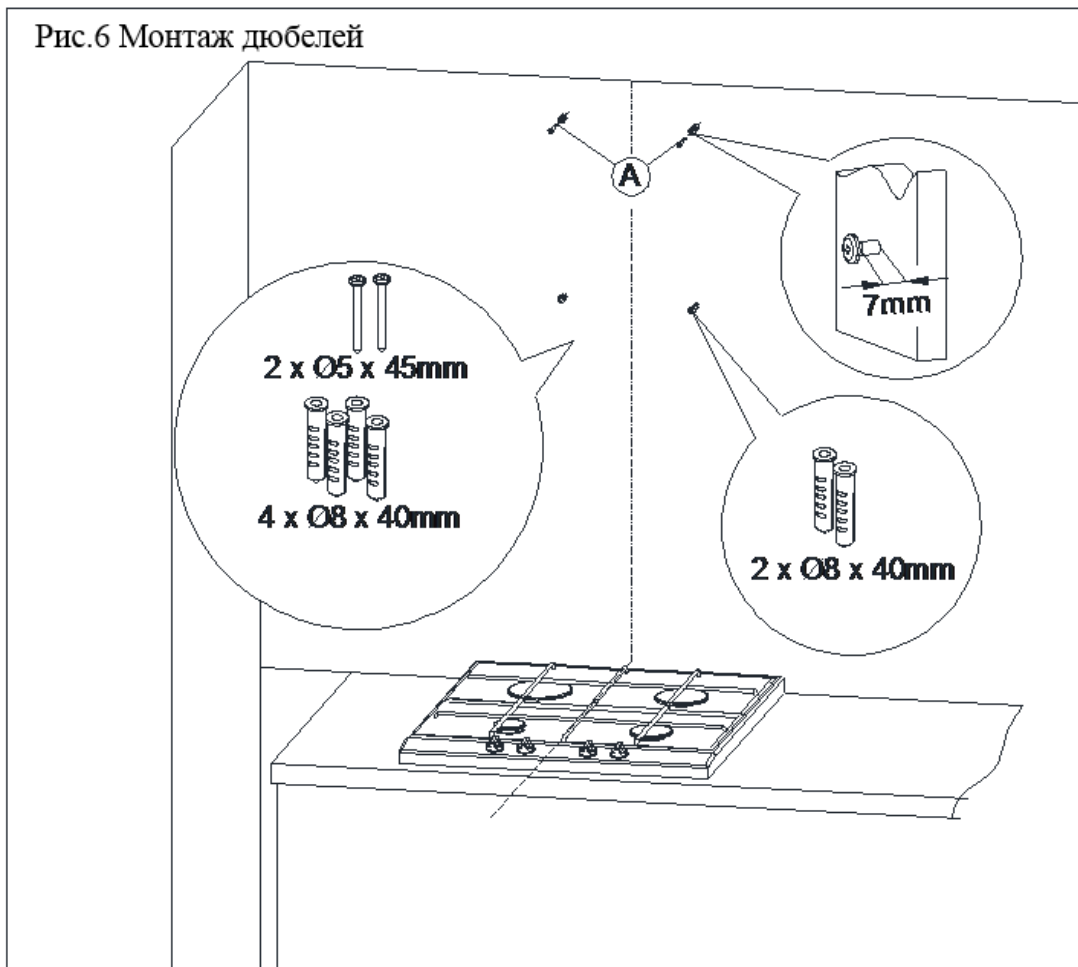

Рис.7 Демонтаж держателя крепления вытяжки
3. Снимите часть настенного крепления с вытяжки. Для этого откручиваем четыре винта М4х12, показанных на рис. 7.